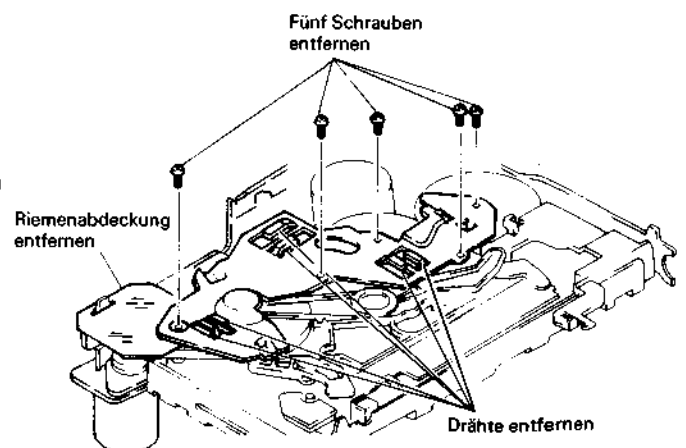

Abb. 2.91 Ausbau der Nockenradplatte
Ausbau der Nockenradplatte (Abb. 2.91)
3. Die Drähte aus der Kabelbride entfernen (siehe Abb. 2.91).
5. Die fünf (5) Befestigungsschrauben der Nockenradplatte lösen.
2. Die Nockenradplatte ausbauen (siehe Abb. 2.91).
2. Die Nockenradplatte entfernen (siehe Abb. 2.91).
4. Die Nocken Zahnradplatte ausbauen (siehe Abb. 2.91).
2. Die Nocken Zahnradplatte ausbauen (siehe Abb. 2.91).